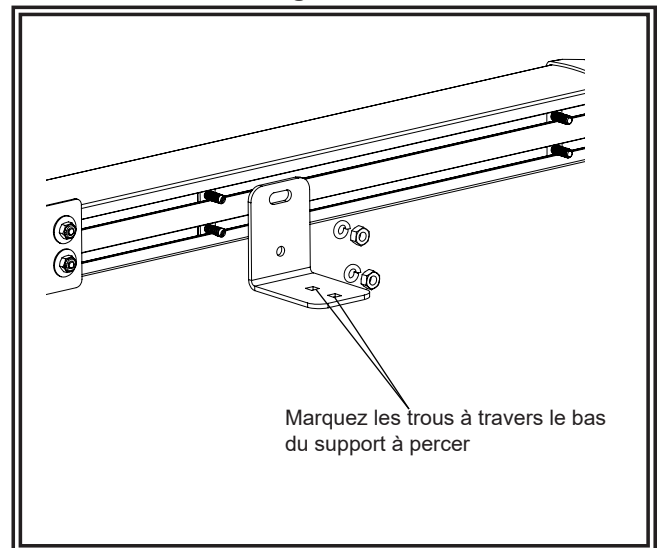

Figure 2
1. Fixez sans serrer les supports aux montants dans l'extrusion Safety Director. Voir la figure 2.
3. Positionnez le directeur de la sécurité à l'endroit souhaité. Marquez les trous de montage en utilisant les supports comme gabarit. Voir la figure 2. Marquez le trou pour le passage du fil, si nécessaire.